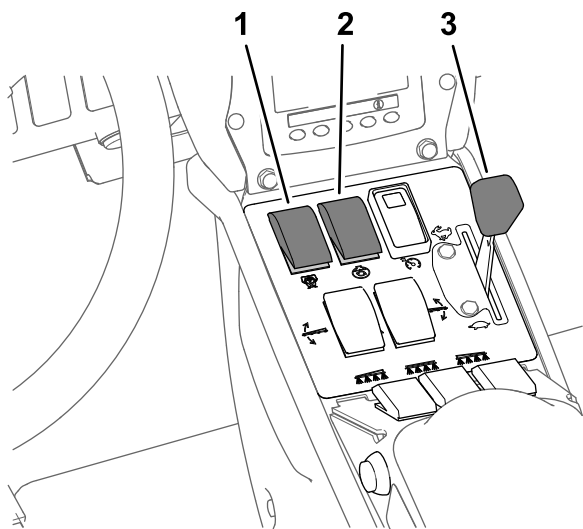

Figure 45
- Réglez la commande d'agitation et la commande de la pompe de pulvérisation en position ACTIVÉE (Figure 45).
- Placez la commande d'accélérateur en position HAUT RÉGIME (Figure 45).
Remarque: Cette procédure suppose que la pompe de pulvérisation est en marche ; voir Pulvérisation en mode débit d'application (page 40) sous Figure 45.
4. Réglez la commande d'accélérateur pour obtenir le régime moteur voulu pour pulvériser ; voir Figure 45 sous Pulvérisation en mode débit d'application (page 40).